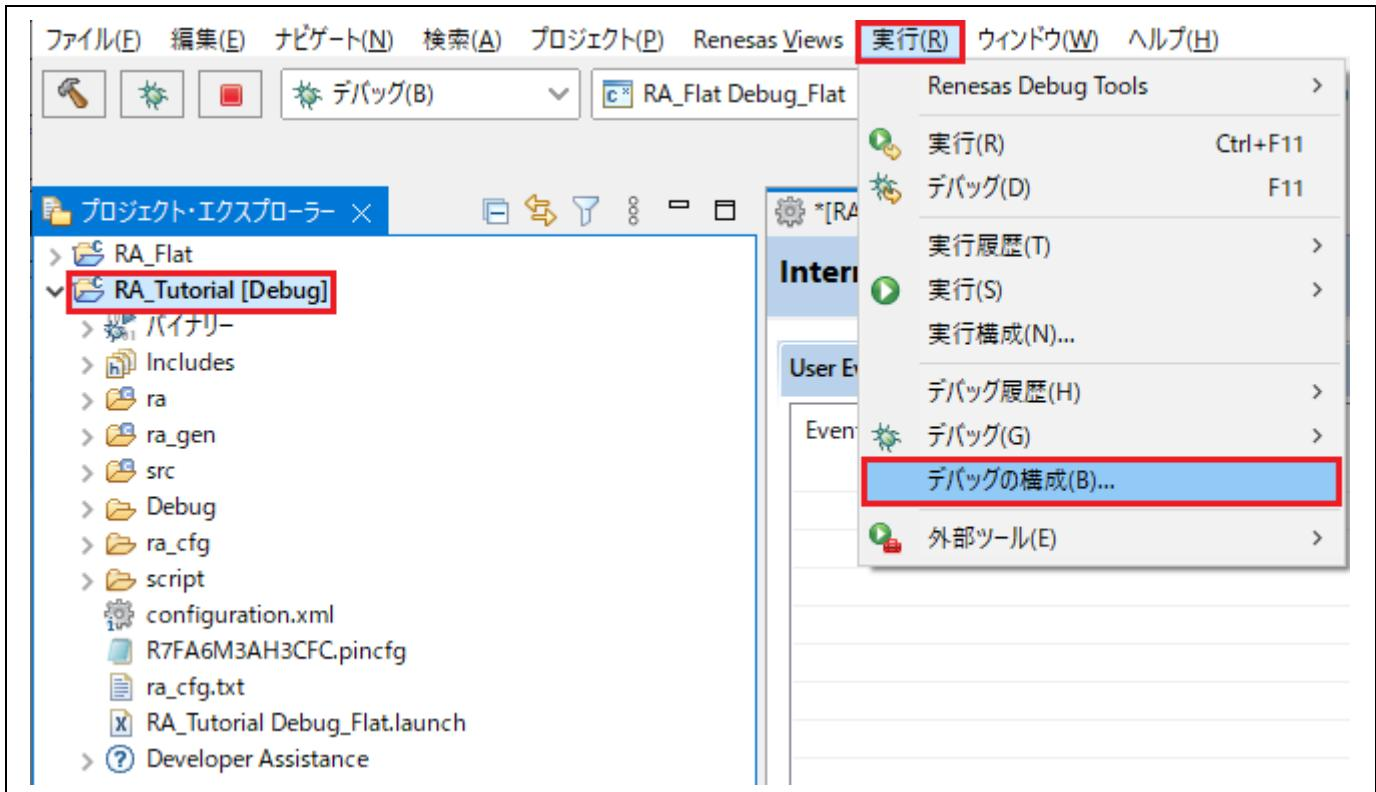

図 5-2 デバッガー [デバッグ構成] ウィンドウを開く
- (1) [デバッグ構成] ウィンドウを開きます（「図 5-2」参照）。
- (2) [デバッグ構成] ウィンドウの左ペインに表示されたデバッグ構成（例：“RA\_Tutorial Debug\_Flat”）を選択し アイコンをクリック（現在選択している起動構成をコピー）すると、複製されたデバッグ構成（例：“RA\_Tutorial Debug\_Flat(1)”）が作成されます。
- (3) デバッグ構成は「5.1 既存デバッグ構成の変更」で説明した方法で設定できます。